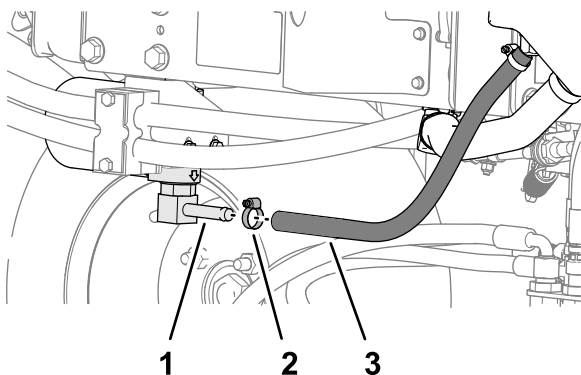
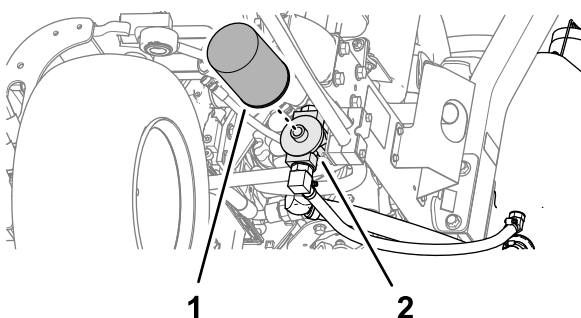

Рисунок 83
Рисунок 84
2. Отсоедините гидравлический шланг (Рисунок 83) или снимите гидравлический фильтр (Рисунок 84) и дайте гидравлической жидкости стечь в сливной поддон.